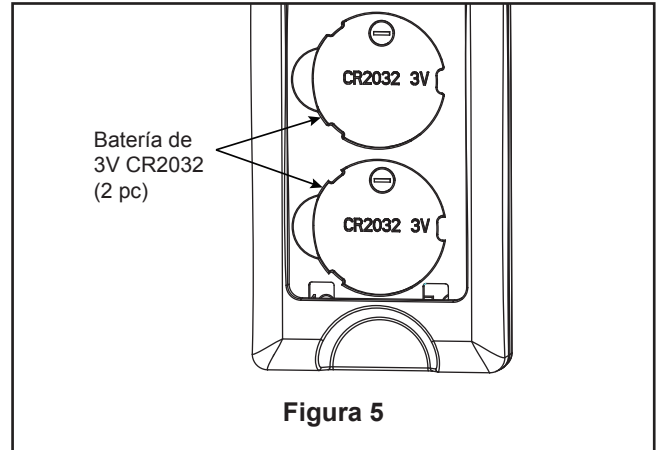

Figura 5
5. Pase los cables a través de la cubierta de unión del motor, la cubierta para el tornillo del capuchón y el capuchón con el lado abierto apuntando hacia arriba. (Figura 5)
4. Una vez realizadas las conexiones, los cables deben ser colocados de forma extendida poniendo el conductor de la toma de tierra y el conductor de toma de tierra del equipo a un lado de la caja, colocando el conductor sin toma de tierra en el otro lado de la caja. gire los conductores hacia arriba y, con cuidado, colóquelos dentro de la caja de salida; con los conductores blancos y verdes hacia un lado y los conductores negros hacia el otro. (Figura 5)
5. Monte el la tapa en la unidad del carcasa de interruptor girándolo en el sentido de las agujas del reloj. (Figura 5)
5. Instale las pila de 3V en el transmisor del mando a distancia. Mientras el ventilador esté apagado. (Figura 5)
5. En este paso, el receptor WiFi de su ventilador de techo debe estar instalado y dentro del rango de su router WiFi. Con la App abierta, seleccione “añadir dispositivo”. (Figura 5)